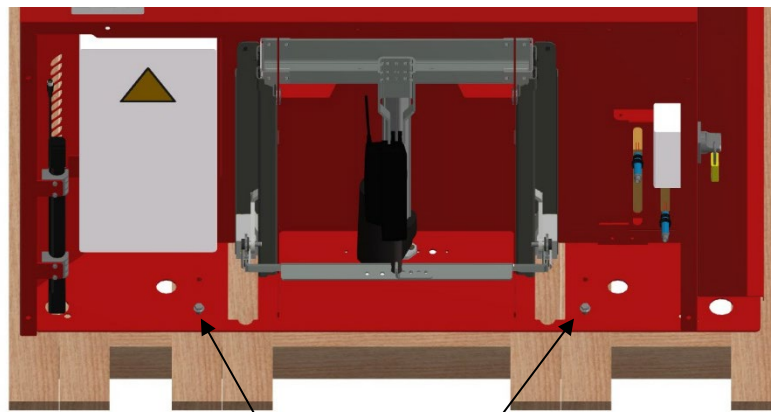

Figura 2
- A. Rimuovere i 4 bulloni che fissano la macchina Palomat al pallet di trasporto. Figura 2. Utilizzare una chiave a bussola da 10 mm per allentare i bulloni e rimuoverli.